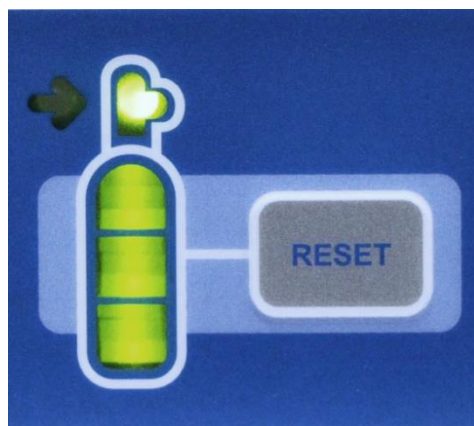

Figura 11: Butonul RESET al manometrului de gaz N₂O
- Uitați-vă la afișajul buteliei de gaz de pe partea din față a unității cryoICE BOX și căutați butonul RESET din partea dreaptă a acestui afișaj; consultați Figura 11.